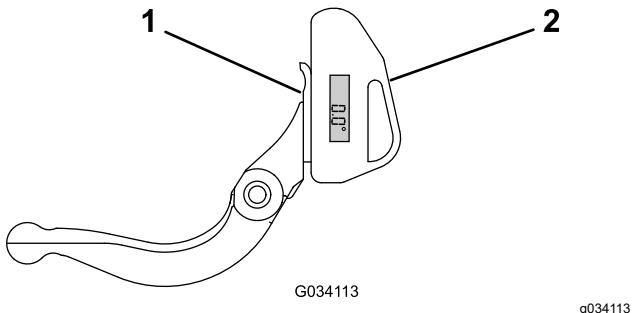

図 23
- 図 23に示すように、ベッドナイフの底部に傾斜計をセットする。